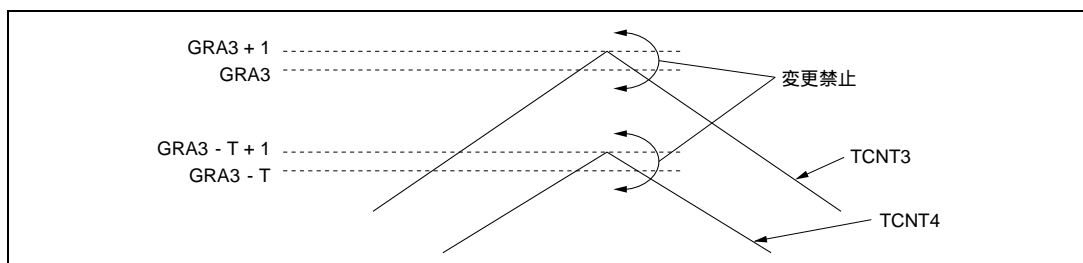

図 10.40 バッファ動作による GR の設定変更時の注意 (1)
バッファ動作による GR の設定変更時の注意 (1) を図 10.40 に示します。